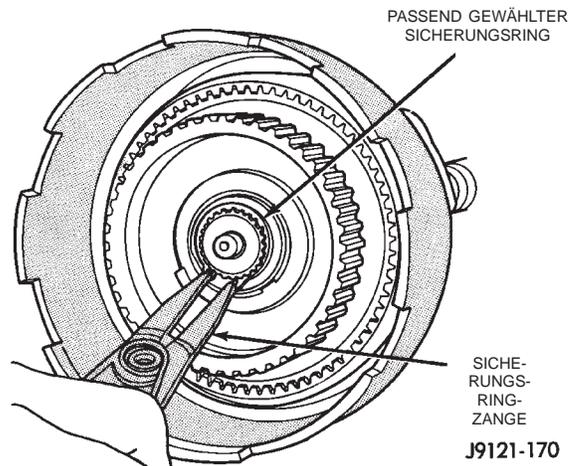
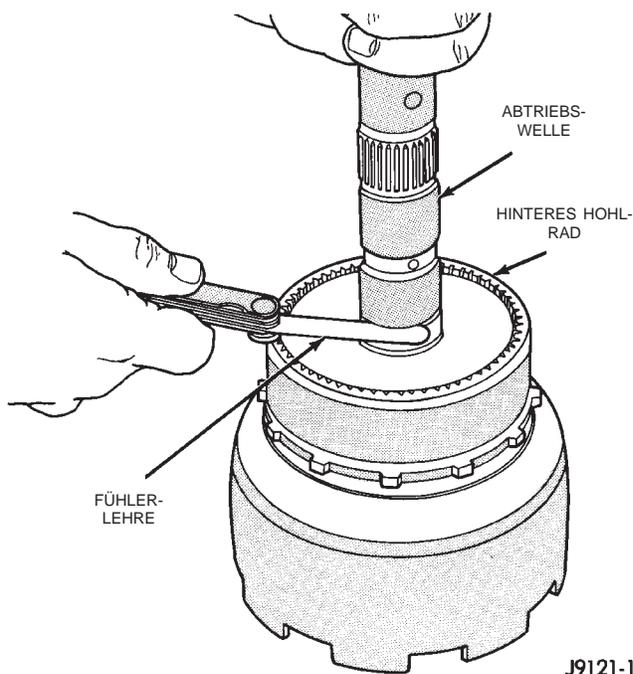

Abb. 163 Passend gewählten Sicherungsring für Planetenradsätze montieren
Abb. 164 Axialspiel der Planetenradsätze messen
(21) Passend gewählten Sicherungsring für die Planetenradsätze mit Sicherungsringzange montieren (Abb. 163). Darauf achten, daß der Ring vollständig in die Nut eingesetzt wird.
(22) Planetenradsätze umdrehen, so daß die Kupplungstrommel auf der Werkbank steht. Anschließend die Planetenradsätze auf einem Holzklötz abstützen, der unter dem vorderen Ende der Abtriebswelle angeordnet wurde. Dadurch werden die Bewegungen ermöglicht, die zum genauen Messen des Axialspiels erforderlich sind.
(23) Axialspiel der Planetenradsätze mit Fühlerlehre messen (Abb. 164). Die Lehre wird zwischen dem Bund an der Abtriebswelle und dem Ende des hinteren Hohlradträgers eingeschoben.
(24) Das Axialspiel der Zahnradsätze muß 0,12 bis 1,22 mm (0,005 bis 0,048 Zoll) betragen. Falls das Axialspiel nicht im Sollwertbereich liegt, muß der Sicherungsring (oder Anlaufscheiben) ausgewechselt werden. Der Sicherungsring ist in drei verschiedenen Dicken erhältlich, um das Ausdistanzieren des Getriebes zu ermöglichen.